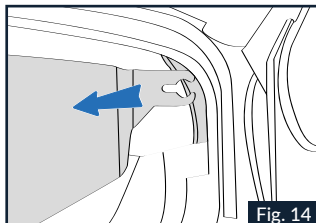

Fig. 14
3.2. Afferrare la parte laterale sinistra dello schermo parasole e tirarlo verso l'esterno del casco (Fig. 14).
4.2 Inserire l'estremità sinistra dello schermo parasole nella guida stessa sino al completo aggancio nella sede della calotta (Fig.14).